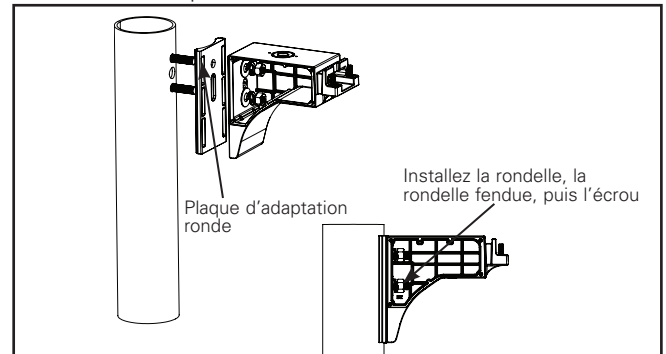

Figure 8.
- Alignez le trou supérieur du bras de montage sur poteau au trou supérieur dans le poteau. Alignez la fente de montage sur poteau au trou inférieur du poteau (figure 8).
- Depuis l'intérieur du poteau, insérez les boulons dans le poteau, l'adaptateur (le cas échéant), le bras de montage sur poteau, les rondelles et les rondelles fendues (figure 8).